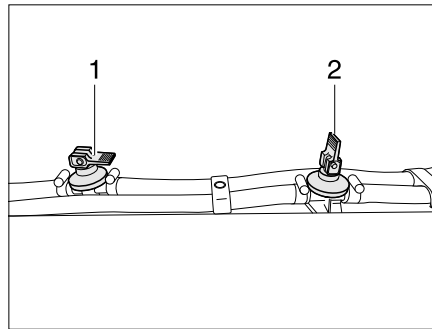

Fig. 363 Robinet de vidange
- Ouvrir tous les robinets de vidange. Pour cela, placer le levier à bascule (Fig. 363,2) en position verticale.